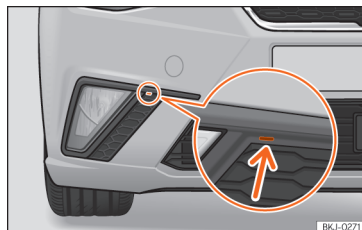

Abb. 52 Nebelscheinwerfer: Gitter herausziehen
- Einen Schraubenzieher in die Kerbe einführen » **Abb. 52** (Pfeil). Lösen Sie die Klipps